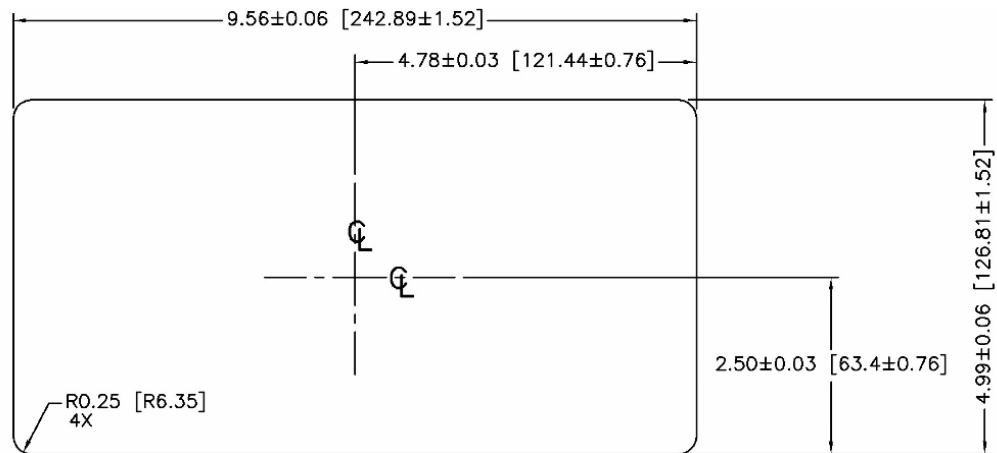

Figura 3-7: Dimensiones del recorte del panel
4. La abertura (o recorte) en el panel de control o gabinete industrial debe adaptarse en tamaño según las dimensiones del recorte del panel que se muestran en la Figura 3-7. Las dimensiones se proporcionan en pulgadas y en [milímetros].